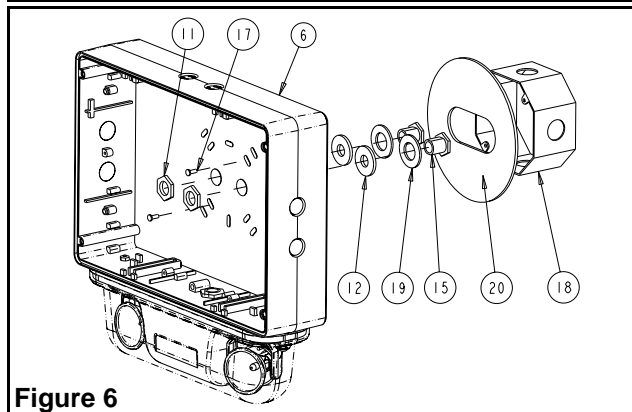

Figure 6
- a. Retirer la plaque arrière de l'emballage. Choisir les trous défonçables appropriées au montage à une boîte de jonction (voir figure6).
- d. Assembler les pièces 11, 12, 15 et 19 à la plaque arrière, tel qu'illustré à la figure 6, puis installer la plaque arrière au cadre à l'aide des vis inviolables (utiliser l'embout de tournevis fourni).